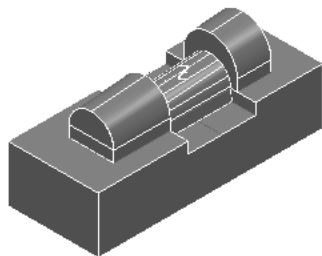

图 2-105 打开范例文件
2) 选择下拉菜单中的“文件”→“范例”命令，弹出“打开范例”对话框，选择“lunkuo.dkg”（“随书光盘：\第 2 章\exercise13\uncompleted\lunkuo.dkg”）文件，单击“打开”按钮即可，如图 2-105 所示。